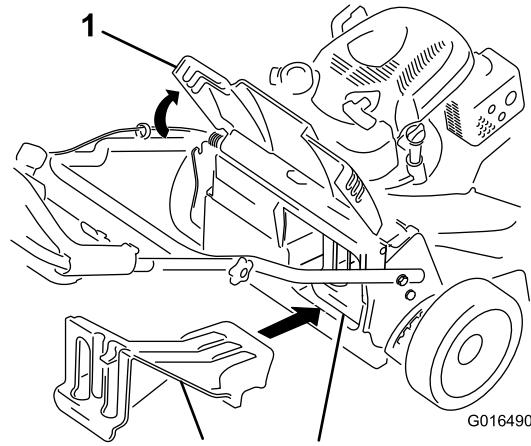

Figure 26
- Si l'obturateur d'éjection arrière n'est pas en place, saisissez-le par la poignée, soulevez le déflecteur arrière, et insérez-l'obturateur dans d'éjecteur arrière jusqu'à ce que le dispositif de verrouillage s'enclenche ; voir Figure 26.
Important: Assurez-vous que l'obturateur d'éjecteur arrière est en place avant de procéder au recyclage (Figure 26).